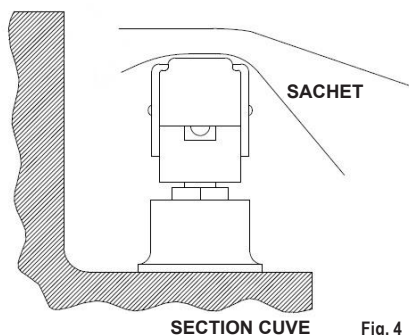

Fig. 4
- Placez ensuite le sac dans la chambre à vide, en faisant reposer l'ouverture du sac sur la barre de scellage, parfaitement à plat. Si le sac présente un excédent important, il doit être inséré dans l'espace entre la cuve et la barre de scellage (Fig. 4). Évitez d'utiliser des sacs particulièrement gras dans la zone de la barre de scellage, car la graisse entraînerait la fermeture des deux rabats du sac, ce qui empêcherait l'air de s'échapper normalement du sac pendant le cycle d'aspiration.
Notre machine à cloche pour l'emballage sous vide permet d'emballer sous vide des produits liquides ou semi-liquides (soupes, sauces, etc.), en prolongeant leur durée de conservation et en préservant leur saveur et leur hygiène (Fig. 4).